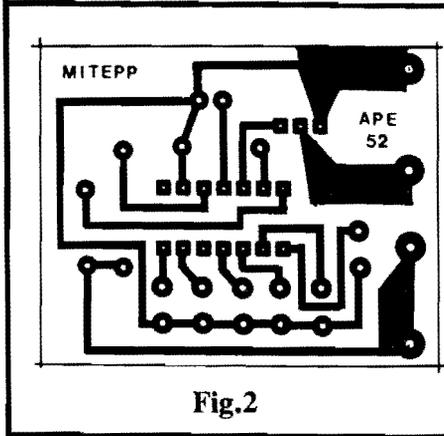

Fig.2
- **FIG. 2 - LAY OUT DO CIRCUITO IMPRESSO ESPECÍFICO** - Uma "caquinha" de placa, super-fácil de desenhar e confeccionar...! O padrão cobreado é visto em tamanho natural na figura, podendo ser então reproduzido diretamente, via carbono... Observar a presença de algumas trilhas e ilhas mais "taludas", necessárias aos percursos que envolvem Correntes e Potências consideráveis (estágios de Saída do circuito, entre o TRIAC, a C.A. e a carga...). No mais, é só conferir muito bem ao final da confecção, usando ainda como "gabarito" os conselhos dados na Seção Permanente INSTRUÇÕES GERAIS PARA AS MONTAGENS...